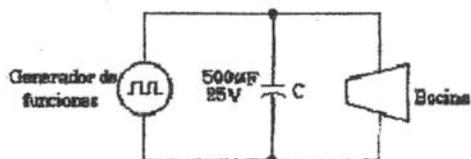

Figura 2.6
- Agregue un capacitor según se muestra en la figura 2.6, que sirva como filtro y escuche el sonido.